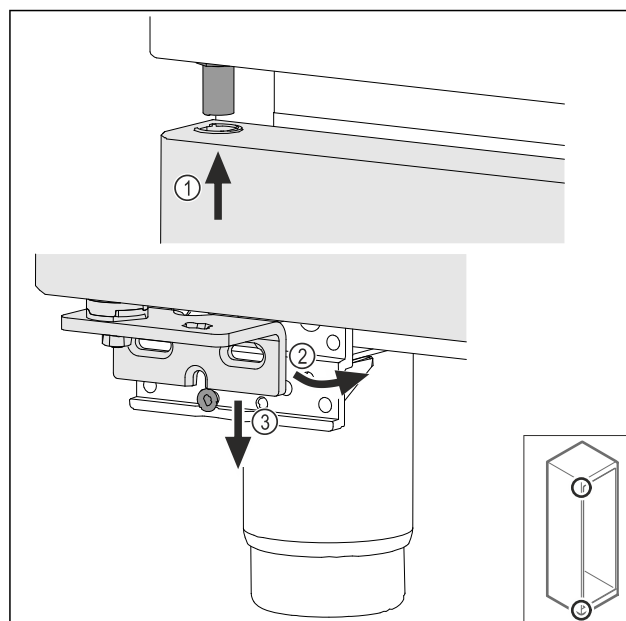

Fig. 39
- Indfør døren let på skrå foroven Fig. 39 (1), indjuster døren lige Fig. 39 (2), og påsæt den foruden på lejubuksskruen Fig. 39 (3).